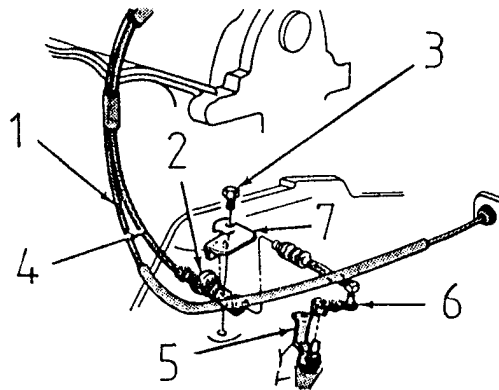

Bild 3 - Modulatorkabel
- (1) Führen Sie die Getriebe-Modulatordruck-Kabel-Einstellung durch, während der Motor auf normaler Betriebstemperatur ist.
- (2) Lösen Sie die Kabel-Montagehalter-Schließschraube.
- (3) Der Halter sollte so positioniert sein, daß beide Halter-Ausrichtungslaschen die Getriebe-Gußfläche berühren. Ziehen Sie die Schließschraube mit 1,2 kp an (Bild 3).
- (4) Geben Sie das Kreuzschloß an der Kabelbaugruppe frei (ziehen Sie das Kreuzschloß nach oben) (Bild 3).
- (5) Um die richtige Einstellung sicherzustellen, muß das Kabel frei sein, ganz zum Motor zu gleiten, gegen seinen Anschlag, nachdem das Kreuzschloß freigegeben ist.
- (6) Bewegen Sie den Getriebe-Drosselklappen-Kontrollhebel ganz im Uhrzeigersinn, gegen seinen internen Anschlag, und drücken Sie das Kreuzschloß nach unten in die geschlossene Position (Bild 3).
- (7) Die Einstellung ist vollständig und das Getriebe-Drosselklappenkabel-Spiel wurde automatisch entfernt.
- (8) Testen Sie die Kabel-Betriebsfreiheit, indem Sie den Getriebe-Drosselklappenhebel nach vorne (gegen den Uhrzeigersinn) ziehen und ihn langsam freigeben oder sicherstellen, daß er ganz nach hinten (im Uhrzeigersinn) zurückkommt.
- (9) Es ist keine Schmierung für irgendeine Komponente des Drosselklappenkabel-Systems erforderlich.